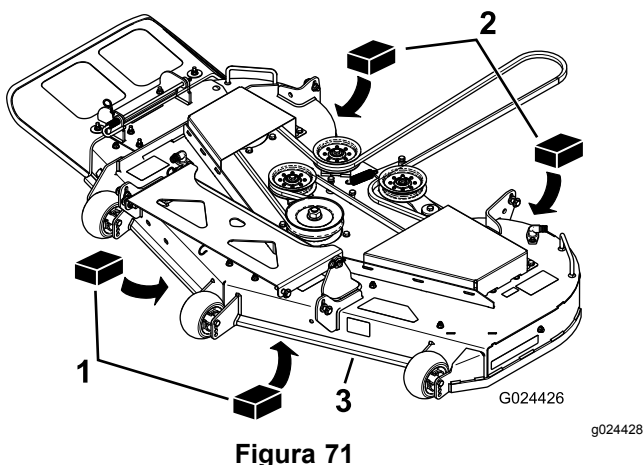

Figura 71
3. Posizionate 2 blocchi ciascuno con uno spessore di 6,6 cm sotto ciascun lato del bordo anteriore del piatto di taglio, ma non sotto le staffe del rullo antistrappo (Figura 71).
4. Posizionate 2 blocchi ciascuno con uno spessore di 7,3 cm sotto il bordo posteriore della falda del piatto di taglio; 1 su ciascun lato del piatto di taglio (Figura 71).